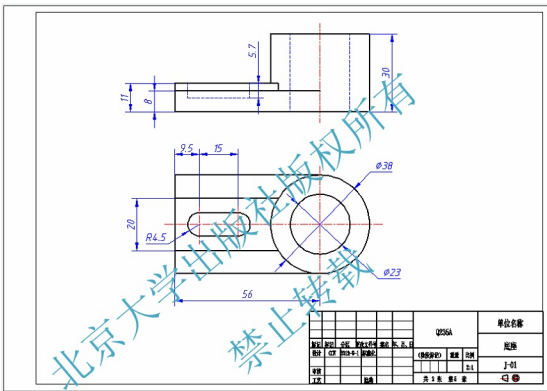

图 8-37 打印出图练习
3. 绘制如图 8-37 所示图形, 分别在布局和模型中打印出图, 使用 A3 图框, 输出比例为 2:1。